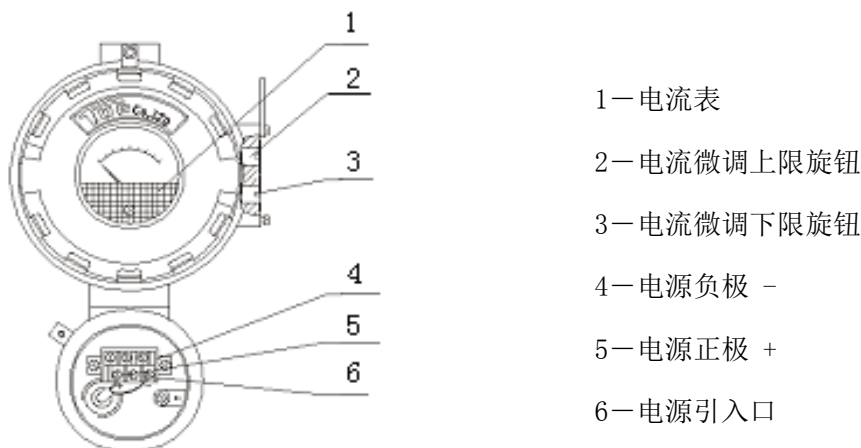

图 6 变送器表头示意图
f) 旋开仪表前盖，将传输导线经引入装置引入到变送器表头内（注意引线时不要将表内连线碰断），将导线的正负极固定在标有“+”与“-”符号的位置上（见图 6）。但注意不要接错极性，经检查无误后方可通电。
参见图 6